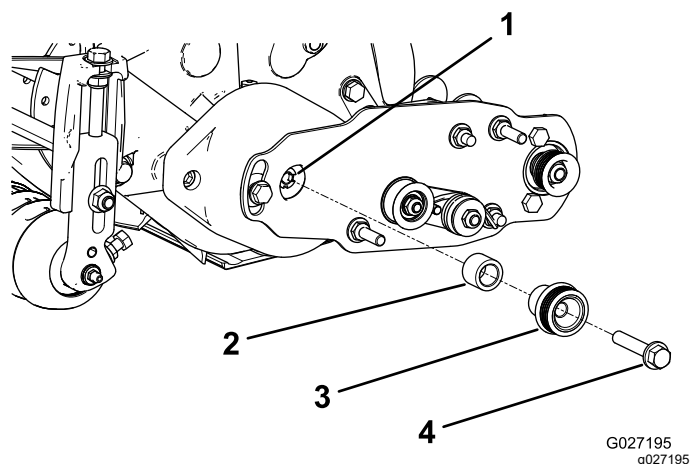

図 13
1. ベアリングハウジングのシャフトにスペーサを挿入する 図 13。
2. スペーサに駆動プーリを挿入し、駆動シャフトにはめる 図 13。
3. フランジヘッドボルト $\frac{3}{8}$ x 2 インチを使ってプーリとスペーサを駆動シャフトに固定する 図 13 を参照。